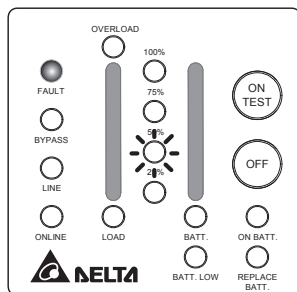

Рис. 3-15. Занижение выходного напряжения инвертора
- Слишком высокое или слишком низкое напряжение на выходе ИБП обнаруживается встроенным микропроцессором. Такая неисправность ИБП называется **занижением выходного напряжения/перегрузкой по выходному напряжению** (см. рис. 3-15 и 3-16).